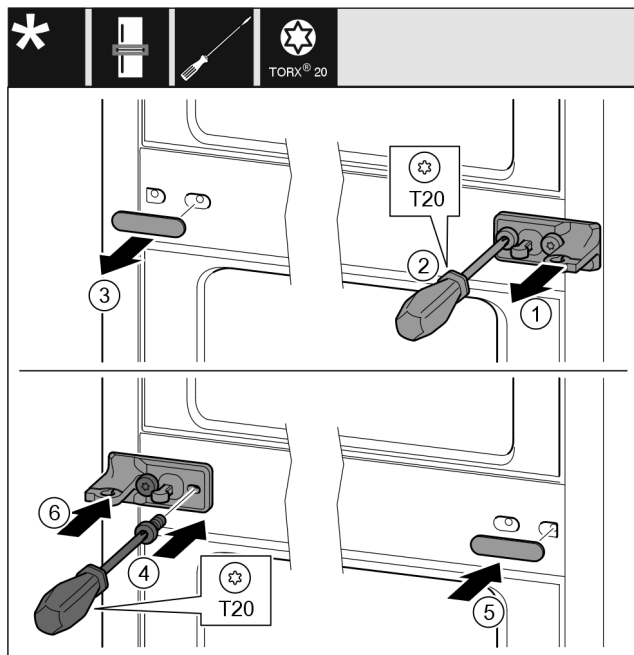

Fig. 33
- ▶ Αφαιρέστε τη ροδέλα. Fig. 33 (1)
- ▶ Ξεβιδώστε τις βίδες με κατσαβίδι T20. Fig. 33 (2)
- ▶ Τραβήξτε προσεκτικά έξω το κάλυμμα. Fig. 33 (3)
- ▶ Βιδώστε το στήριγμα με τη μεμβράνη περιστρέφοντάς το 180° στην άλλη πλευρά. Fig. 33 (4)
- ▶ Εφαρμόστε το κάλυμμα περιστρέφοντας το κατά 180° στην άλλη πλευρά. Fig. 33 (5)
- ▶ Περάστε τη ροδέλα από μπροστά. Fig. 33 (6)